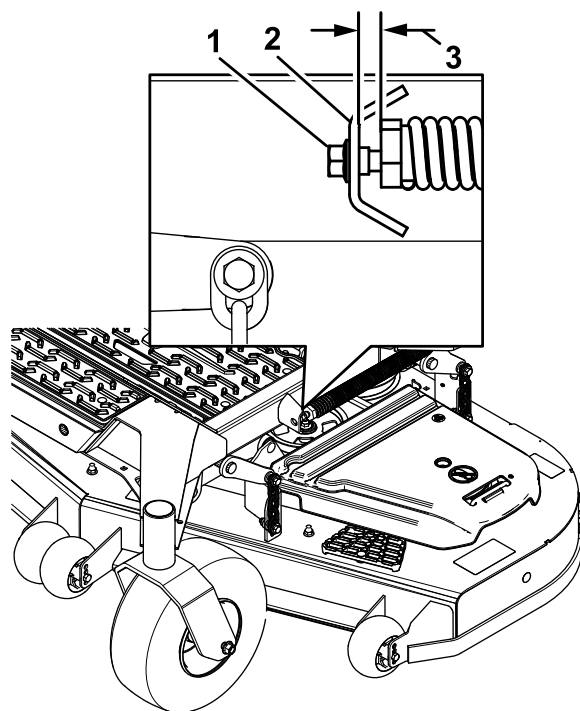

Figure 86
10. Desserrez lentement la vis de réglage sur le ressort d'aide au levage jusqu'à ce que vous puissiez enlever la vis (Figure 86).